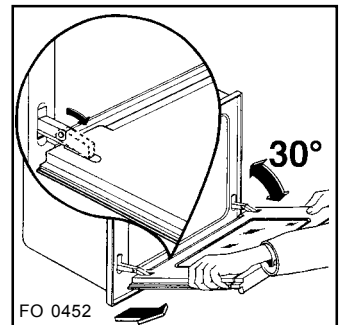

Fig. 22 FO 0452
- refermez la porte de façon à lui faire toucher les languettes, pousser de nouveau la porte comme si vous vouliez la fermer et tirez-la vers l'extérieur en l'enlevant de son support (Fig. 22);